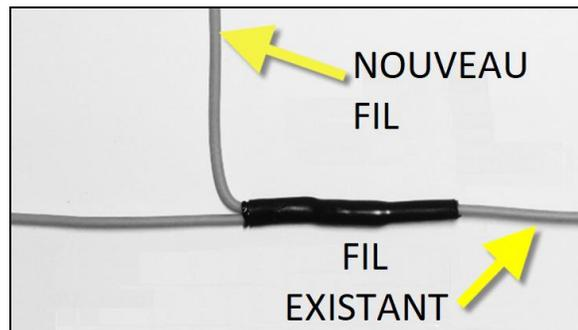

FIGURE 6
15. Installer un tube rétrécissable pour rendre étanche, comme montré à la Figure 6.
23. Installer un tube thermorétractible pour rendre étanche, comme montré à la Figure 6.